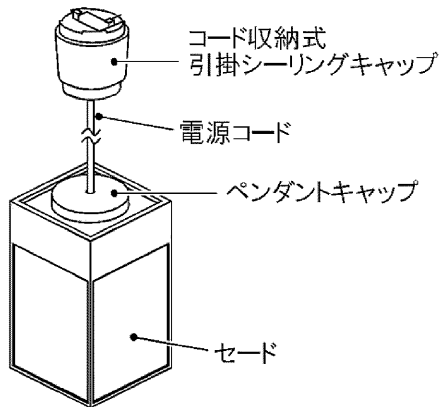

図1
- 1 電源コードをまっすぐ伸ばしてから、引掛シーリングキャップをセードの下側から通す。(図1)